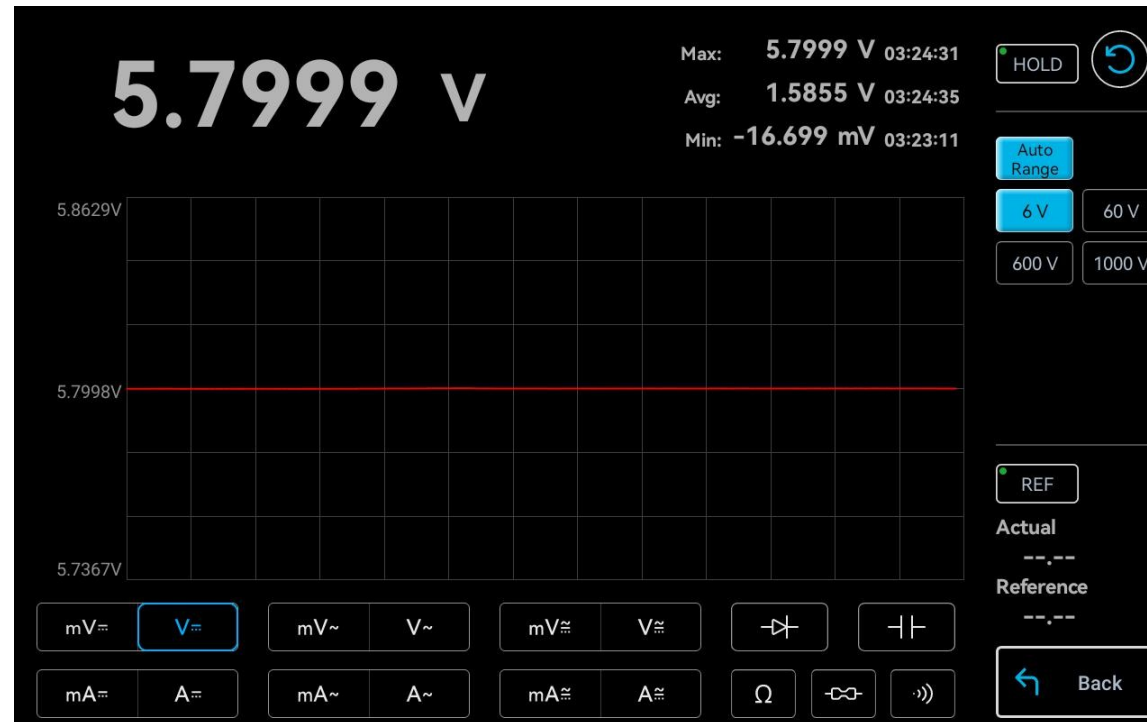

Abbildung 8-3 Gleichspannungsmessung (V)
Testschritte: Wählen Sie im Auswahlbereich für Messgrößen „**V_{DC}**“ die Option zur Aktivierung der Gleichspannungsmessung (V) aus, wie in Abbildung 8-3 dargestellt.